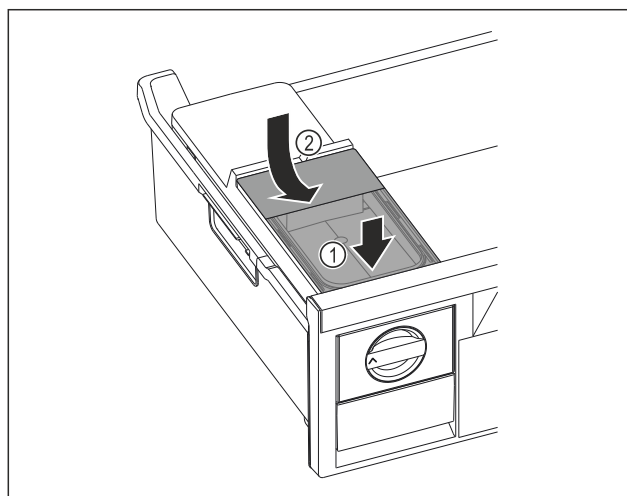

Fig. 110
- ▶ Postavite spremnik za vodu sprijeda Fig. 110 (1)
- ▶ Spustite spremnik za vodu straga Fig. 110 (2)